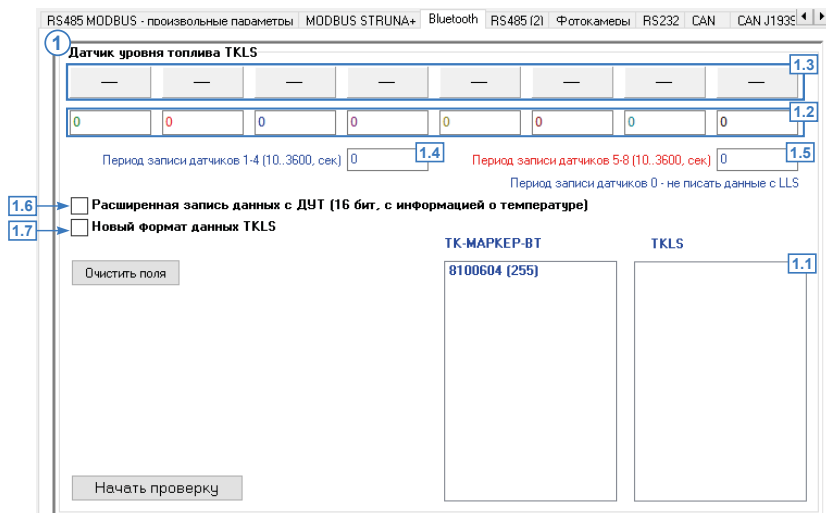

Рис.53. Вкладка «Bluetooth».
- на вкладке нажмите кнопку «Начать проверку». Контроллер начнет поиск устройств доступных для подключения по Bluetooth – это периферийные устройства производства ООО «ТехноКом», поддерживающие протокол Bluetooth контроллеров «АвтоГРАФ». После выполнения поиска в списке 1.1. появятся найденные датчики TKLS (Рис.53). Восьмизначная последовательность – это серийный номер датчика; число в круглых скобках – адрес датчика;
- используя левую кнопку мыши, перетащите серийные номера датчиков TKLS из списка найденных в ячейки соответствующих датчиков (Рис.53, п. 1.2). Ячейки с адресами приведены по порядку – слева направо Датчика 1, затем Датчик 2 и т. д. Всего может быть подключено до 8 датчиков уровня топлива одновременно. Показания датчика, адрес которого задан в ячейке Датчика 1, будут записываться как записи LLS1 в приборе «АвтоГРАФ».
- проверьте корректность установки адресов, повторно запустив проверку. Показания датчиков, адреса которых прописаны в конфигураторе, появятся в программе. Цвет ячейки с показаниями меняется в зависимости от состояния опроса (**Рис.53, п. 1.3**):
- в поле **«Период записи датчиков 1-4»** (**Рис.53, п.1.4**) задайте период записи показаний с датчиков 1-4 в память прибора. Минимальный период – 10 секунд, максимальный период – 3600 секунд, 0 не писать данные. Данная настройка дублируется на вкладке «RS-485».
- в поле **«Период записи датчиков 5-8»** (**Рис.53, п. 1.5**) задайте период записи показаний с датчиков 1-4 в память прибора. Минимальный период – 10 секунд, максимальный период – 3600 секунд, 0 не писать данные. Данная настройка дублируется на вкладке «RS-485».
- если вместе с показаниями датчика прибор «АвтоГРАФ» считывает с датчика и показания температуры, то включите опцию **«Расширенная запись данных с ДУТ»** (**Рис.53, п. 1.6**). Разрядность данных в этом случае увеличится до 16 бит.
- включите опцию **«Новый формат данных TKLS»** (**Рис.53, п.1.7**) для приема данных от датчиков TKLS в новом протоколе TK-Air. При этом прием данных в старом формате будет недоступен. Новый протокол TK-Air используется и включен по умолчанию в датчиках TKLS, начиная с прошивки версии TKLS-1.55. Также если опция включена, то для работы по Bluetooth в настройках датчика не задается поле «Идентификатор».